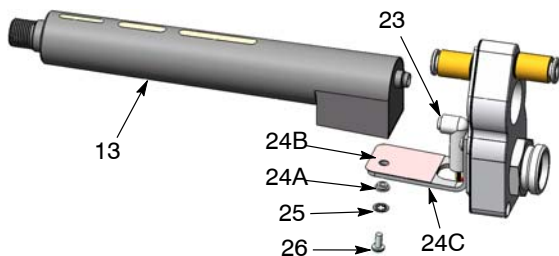
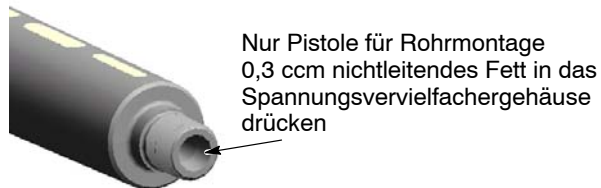

Abb. 29 Spannungsvervielfacher ersetzen
Abb. 33 Spannungsvervielfachergehäuse schmieren – Pistole für Rohrmontage
4. Siehe Abbildung 29. Die Schraube (26) und Sicherungsring (25) abnehmen, dann den Spannungsvervielfacher (13) von der Halterung (24C) abnehmen.
5. Kabelbaumstecker (23) vom Spannungsvervielfacher abnehmen.
1. Siehe Abbildung 29. Kabelbaumstecker (23) am Spannungsvervielfacher (13) anschließen.
3. Den Spannungsvervielfacher mit Schraube (26) und Sicherungsring (25) an der Halterung befestigen.
4. Nur Pistole für Rohrmontage: Siehe Abbildung 33. Etwa 0,3 ccm nichtleitendes Fett in das Spannungsvervielfachergehäuse drücken, so dass es etwa zu 75% voll ist.
2. Siehe Abbildung 33. Etwa 0,3 ccm nichtleitendes Fett in das Spannungsvervielfachergehäuse drücken, so dass es etwa zu 75% voll ist.